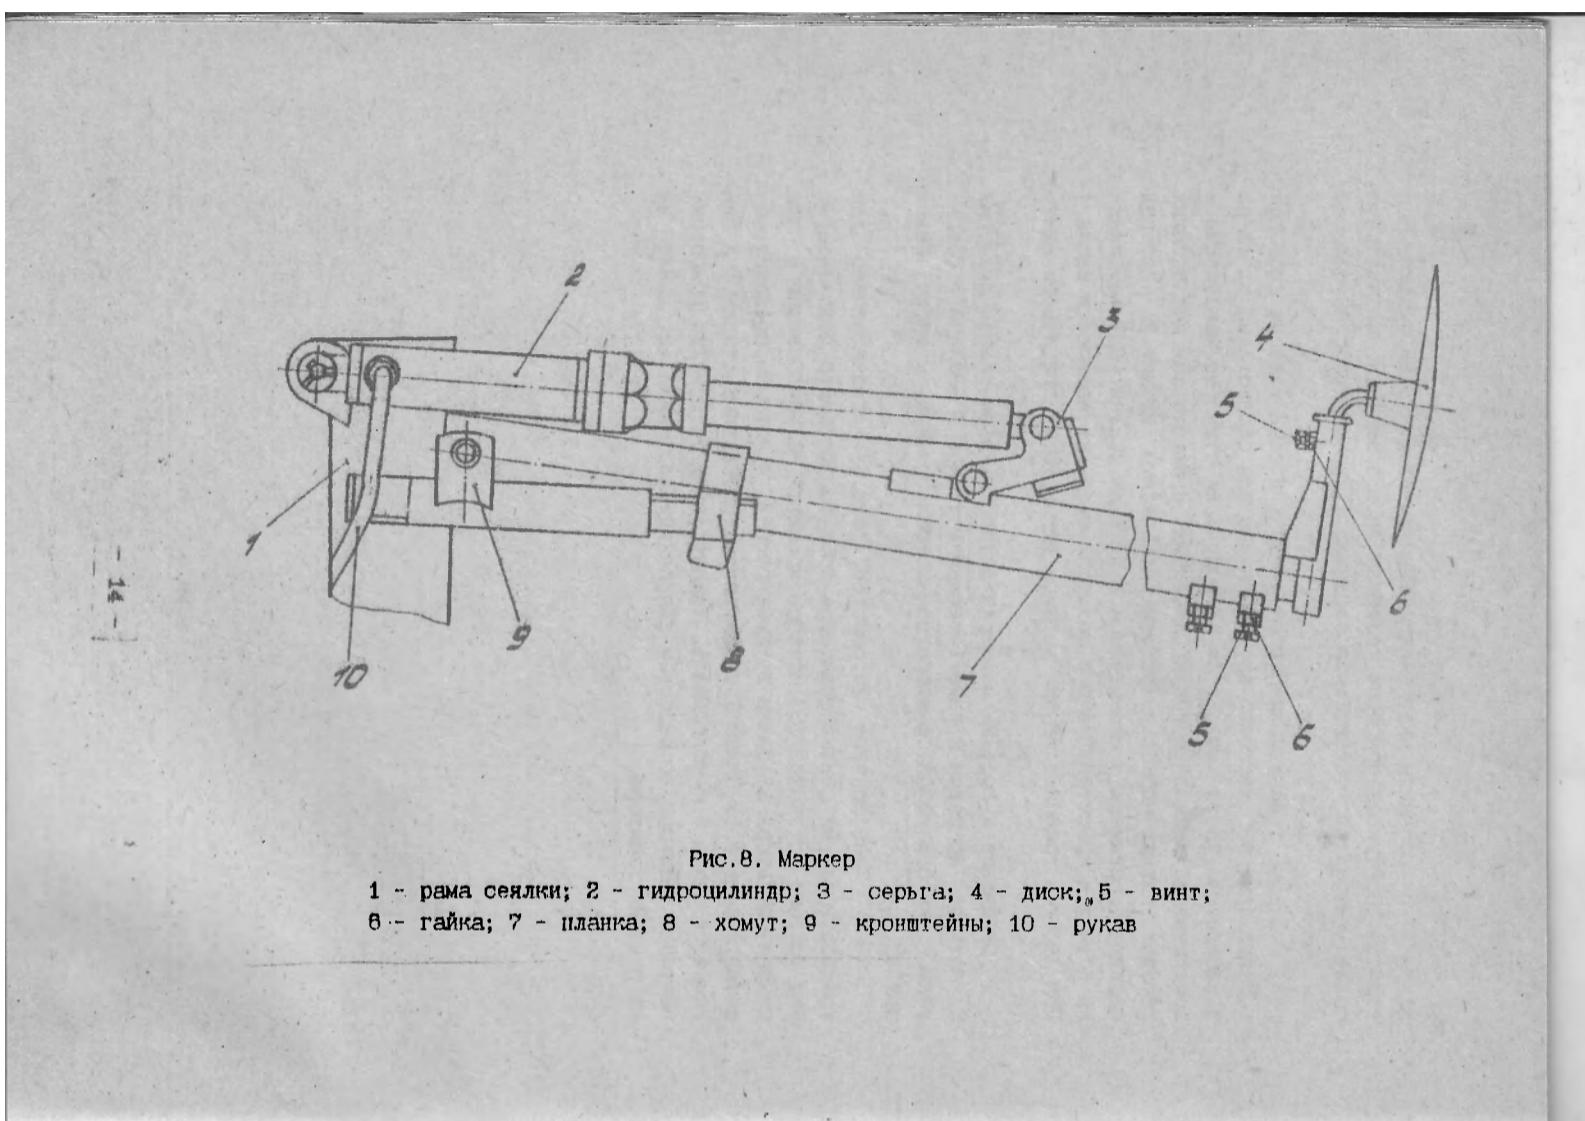

Рис. 8. Маркер
3.6 На сеялке применяются левый и правый маркеры дискового типа (рис.8), которые предназначены для образования следа на незасеянной части поля с целью получения стыковых междурядий и обеспечения прямолинейности движения агрегата при последующих заездах. Каждый маркер имеет телескопическую планку 7, которая шарнирно соединена с кронштейном 9 на раме сеялки. В трубу планки вставлен кронштейн на оси которого свободно вращаются диски 4. При дальней транспортировке маркеры фиксируются при помощи хомутика 8.